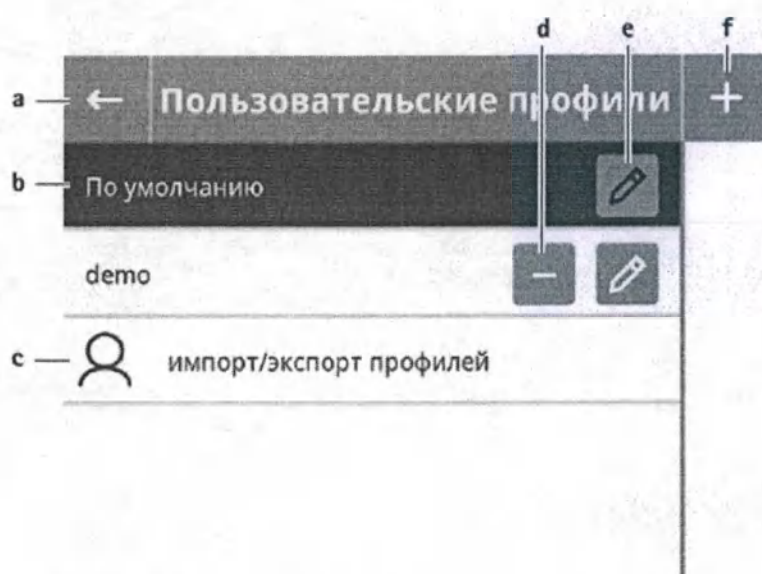

Рис. 9 Профили пользователей, где:
- ▶ Показать/изменить настройки мотора для типа рабочего элемента: Нажать кнопку типа рабочего элемента **b**, Рис. 9.